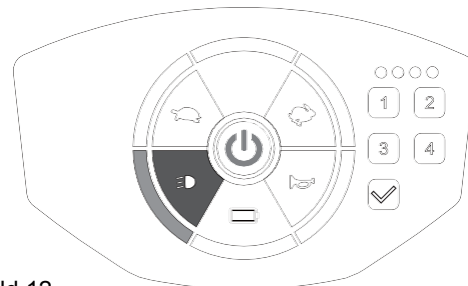

Bild 12
- Stäng av genom att trycka på knappen igen. Panelens [🔦] lampa är släckt. (Bild 12)